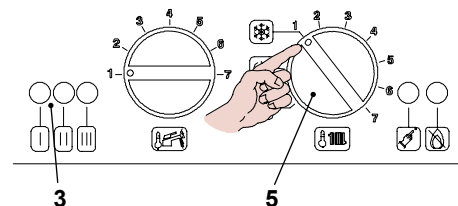

Figura 8.11
- Posizionare il selettore 5 come indicato in Figura 8.11 per uscire dalla programmazione.